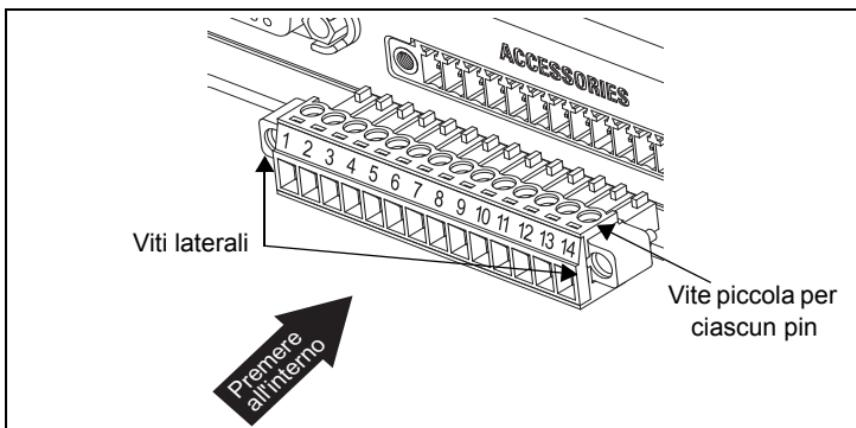

Figura 10: Installazione del connettore maschio per gli accessori
- Stringere la vite piccola su ciascun pin dopo aver inserito il cavo per accertarsi che sia fissato saldamente. Vedere la Figura 10.